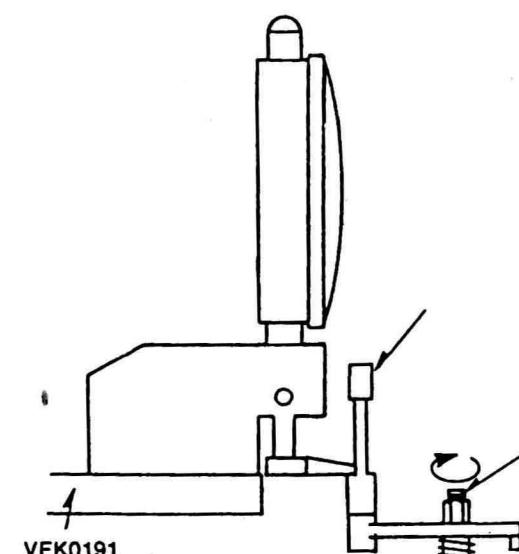
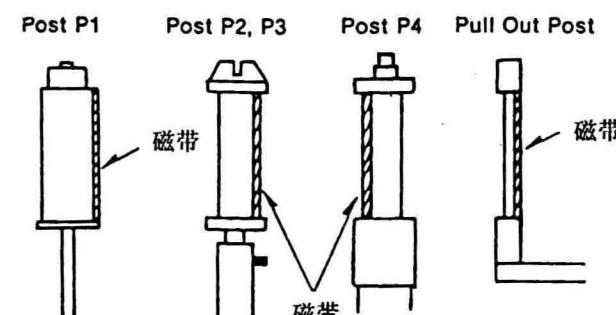

图48
图49
⑤安装带盘高度表如图48所示, 慢慢地转动螺母直到高度表读数为 -0.06 ± 0.01 mm;
⑥调整完后, 按照下面“磁带盒仓的重新调整”一节的内容重新安装磁带盒仓;
⑦重放一盘正常的磁带, 在导柱P1、P2、P3、P4和拉出杆的顶部或底部磁带边缘不得发生卷曲, 如图49所示;